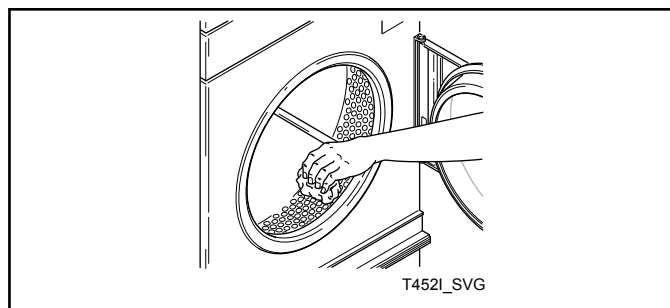

Figure 13
10. Essuyer le cylindre avec un nettoyant ou un détergent universel et une solution aqueuse. Se reporter à la *Figure 13*.